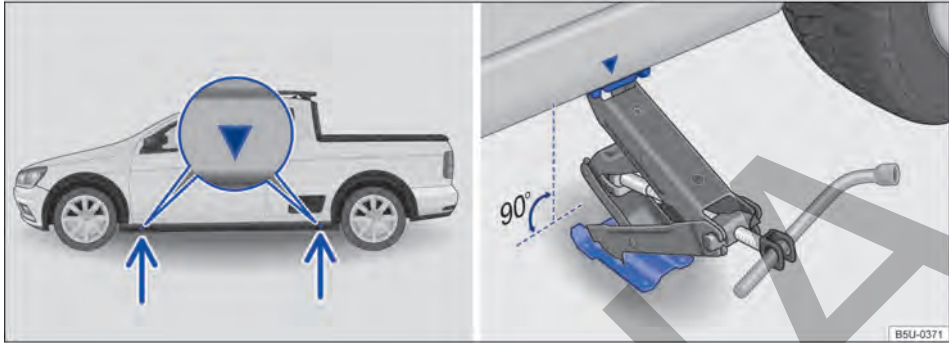

Fig. 183 Puntos de apoyo del gato y gato posicionado atrás en el lado izquierdo trasero del vehículo.
El gato únicamente puede ser posicionado en los puntos de apoyo indicados (marca en la carrocería) → fig. 183. Es válido el punto de apoyo ubicado próximo a la rueda correspondiente → ⚠️.
7. Buscar debajo del vehículo el punto de apoyo del gato → fig. 183 más cerca de la rueda que se debe cambiar.
9. Garantizar que la base del gato, con toda su superficie, esté sobre el piso y que la base se encuentre perpendicularmente por debajo del punto de colocación → fig. 183.
10. Alinear el gato y, simultáneamente, levantar la garra del gato hasta que se encaje en el travesaño debajo del vehículo → fig. 183.
- Posicionar el gato únicamente en los puntos indicados. La garra del gato debe encajarse en el perfil del larguero de forma segura → fig. 183.